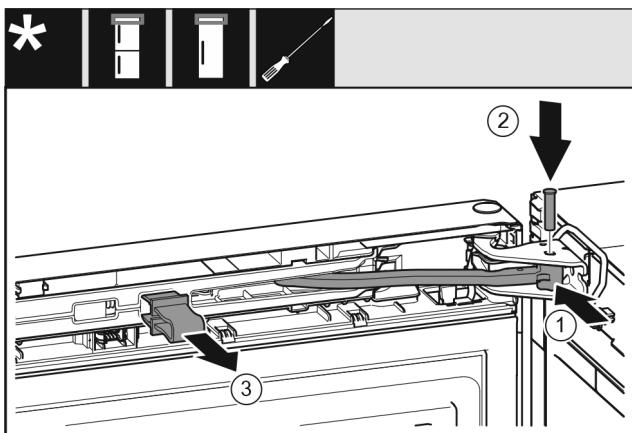

Fig. 53
- ▶ Otočte kloub Fig. 53 (1) ve stojanu ložiska.
- ▶ Vložte čep Fig. 53 (2) do stojanu ložiska a kloubu. Přitom dávejte pozor, aby byla zajišťovací vačka správně usazena v drážce.
- ▶ Pojistku Fig. 53 (3) vytáhněte.